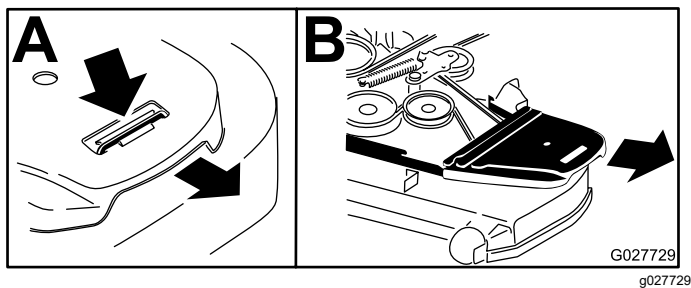

Figura 67
4. Retire las cubiertas de la correa (Figura 67).